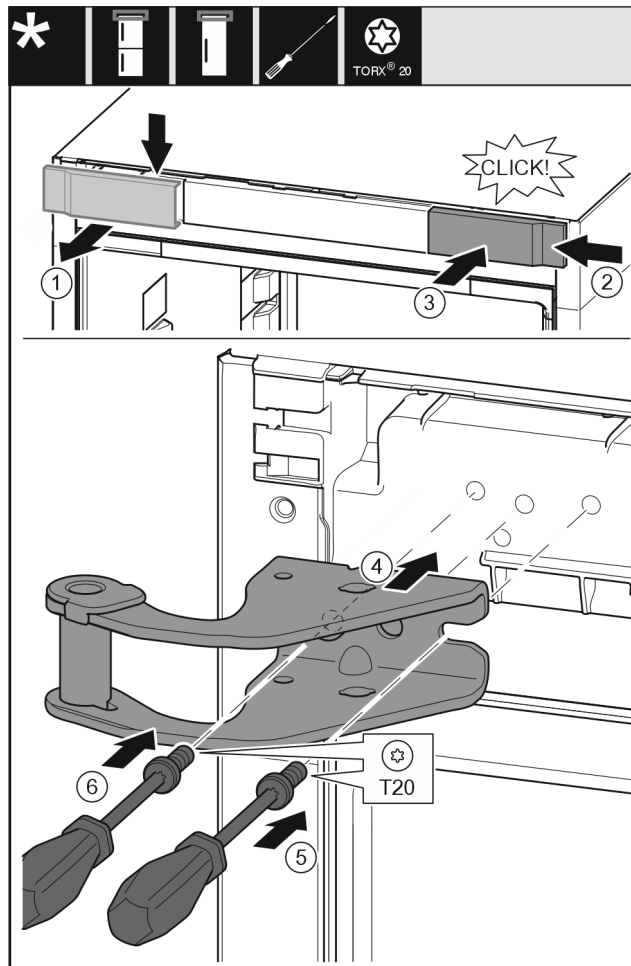

Fig. 12
- ▶ Зніміть кришку вгору вперед. Fig. 12 (1)
- ▶ Почепіть кришку, що повернута на 180°, з іншого боку праворуч. Fig. 12 (2)
- ▶ Зафіксуйте кришку. Fig. 12 (3)
- ▶ Встановіть верхній опорний кронштейн. Fig. 12 (4)
- ▶ Встановіть та закрутіть гвинт за допомогою викрутки T20. Fig. 12 (5)
- ▶ Встановіть та закрутіть гвинт за допомогою викрутки T20. Fig. 12 (6)